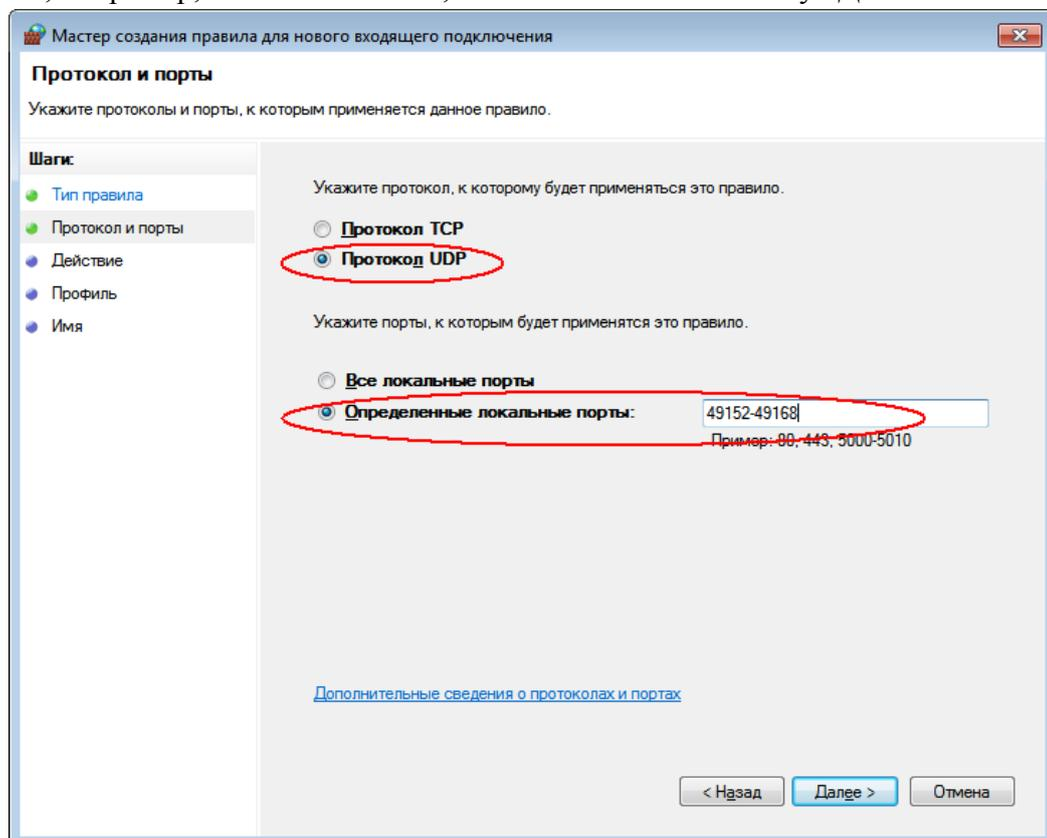

Рис. 40
- 3 В следующем окне необходимо выбрать протокол – установить флаг «Протокол UDP» (Рис. 40), установить флаг «Определенные локальные порты», ввести номера UDP-портов, задействованных в настройках подключения по ЛВС оборудования «Реверс 8000», например, с 49152 по 49168, после чего нажать кнопку «Далее».